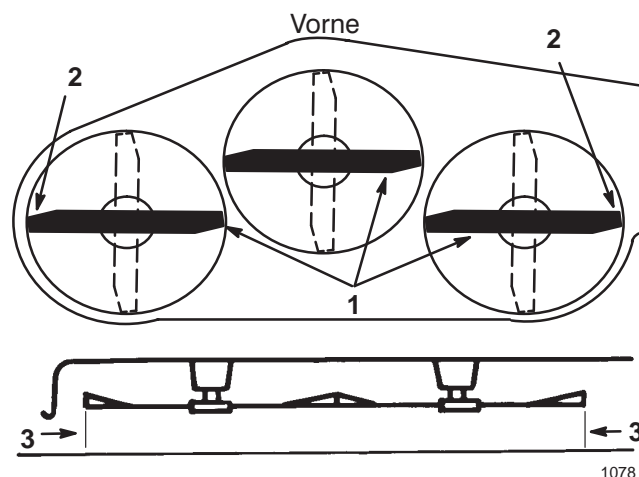

Bild 11
3. Drehen Sie die Schnittmesser vorsichtig von einer Seite zur anderen (Bild 11). Messen Sie den Abstand zwischen den äußeren Schnittkanten und der ebenen Oberfläche (Bild 11). Wenn beide Messwerte nicht innerhalb von 5 mm liegen, ist eine Einstellung erforderlich. Siehe Schritte 4 und 5.